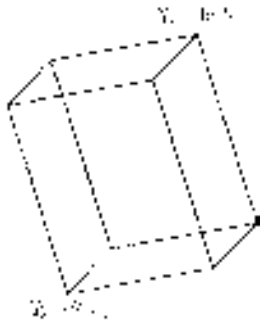

图 10-32 利用“角点”选项创建的长方体
1) 指定其他角点: 输入另一角点的数值, 即可确定该长方体。如果输入的是正值, 则沿着当前 UCS 的 X、Y 和 Z 轴的正向绘制长度。如果输入的是负值, 则沿着 X、Y 和 Z 轴的负向绘制长度。图 10-32 所示为使用“角点”选项绘制的长方体。